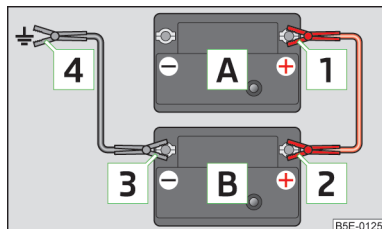

Fig. 134
- Conectar el borne **1** al polo positivo de la batería descargada **A** » fig. 134.